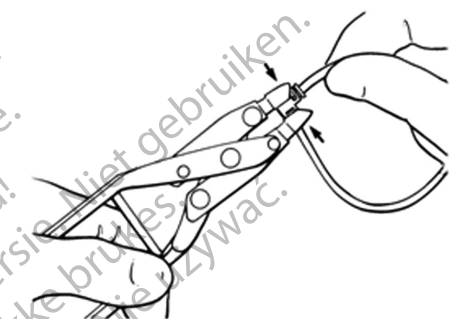

Abbildung 4-35. Rechtwinkligen Konnektor verwenden
- Zange zweimal verwenden, d. h. einmal an jedem Ende (Abbildung 4-35).